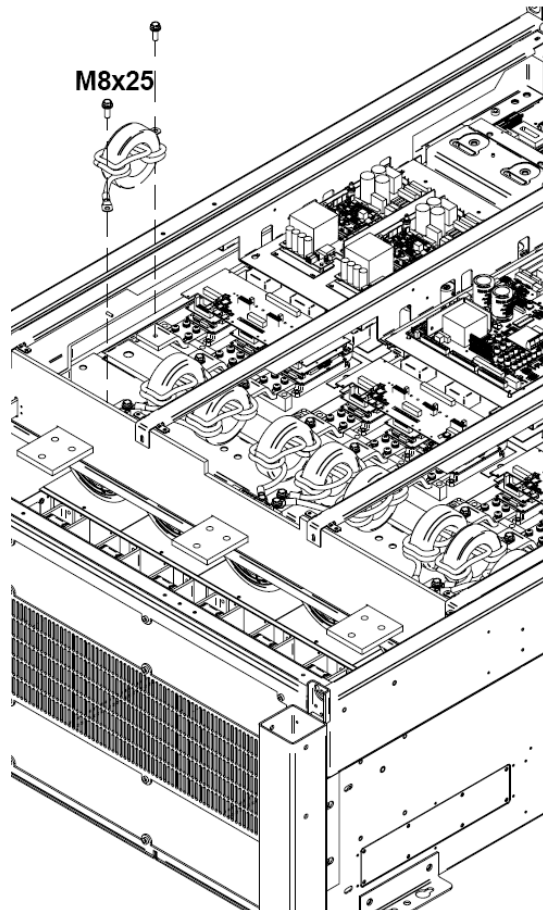

Figura 6.11. Retirar de la Bobinas DT/DV
Consultar la *figura 6.11* mientras se siguen estas instrucciones:
- 1) Colocar la bobina Dv/ Dt en su lugar correspondiente como se muestra en la *figura 6.11*.